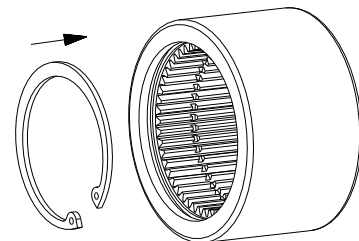

Bild 13
- Den Sprengring bzw. Sicherungsring (Bauteil 5) in die Hülse einsetzen (siehe Bild 13).